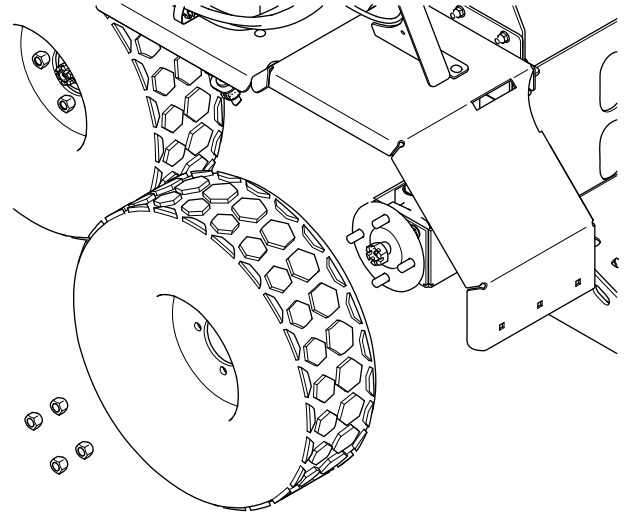

Figure 1
3. Retirez les fixations des roues arrière et déposez les roues arrière de la machine (Figure 1).